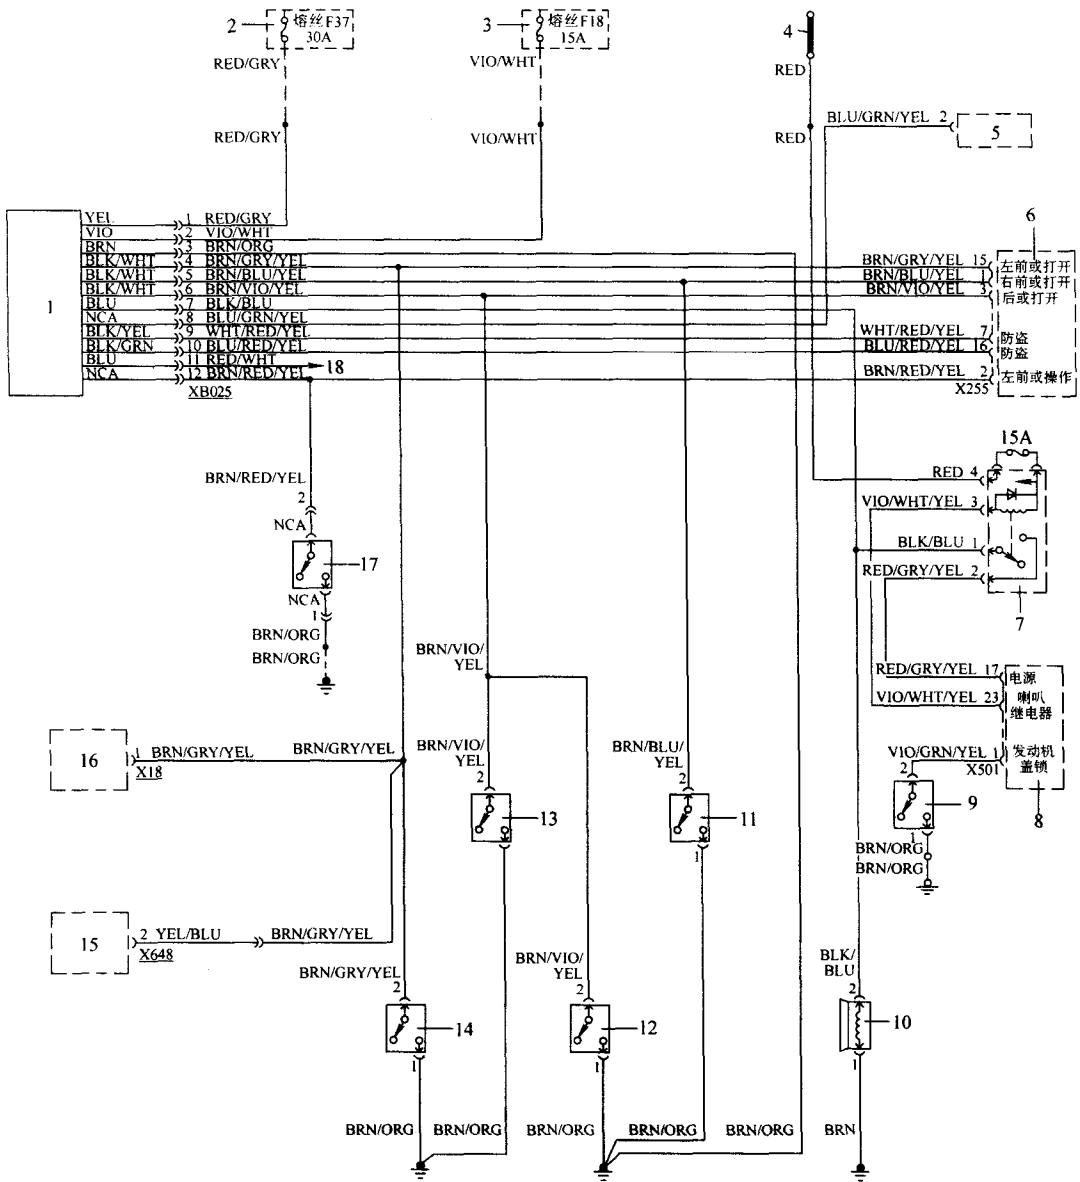

图 7-24 宝马 525i、525iT、530i、530iT 和 540i 防盗系统电路 (1995 年车型)
- (2) 宝马 5 系中央门锁与防盗系统电路, 如图 7-23 和图 7-24 所示。